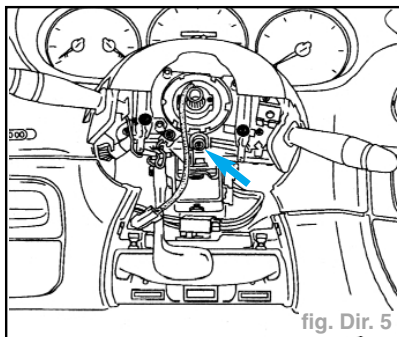

fig. Dir. 5
- l'ensemble manette-commutateur et support (une vis) (fig. Dir. 5).